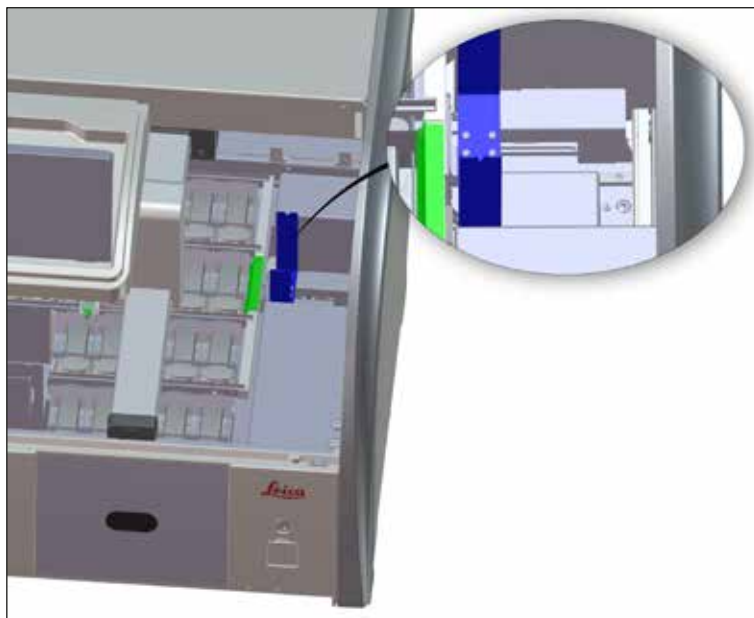

Fig. 96
- Contrôler régulièrement si la station de transfert (→ "Fig. 96") contient des résidus de réactifs et, si nécessaire, la nettoyer avec un nettoyant doux au PH neutre disponible dans le commerce.